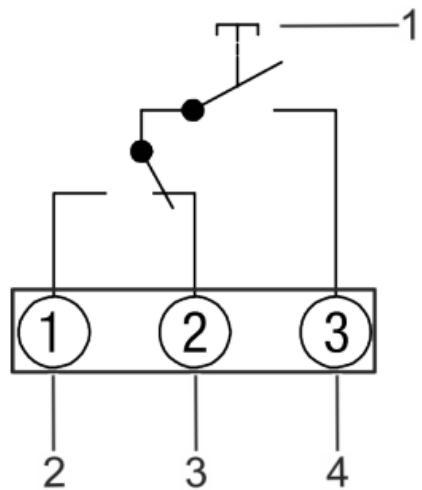

Fig. 4: Schema di allacciamento
4. Infilare i cavi di collegamento nell'apparecchio facendoli passare per il passaggio per cavi (Fig. 4/7).
5. Inserire i cavi di collegamento nel morsetto corrispondente in base allo schema di allacciamento (Fig. 4) e serrarli.
6. Inserire i cavi di collegamento nel morsetto corrispondente in base allo schema di allacciamento (Fig. 4) e serrarli.